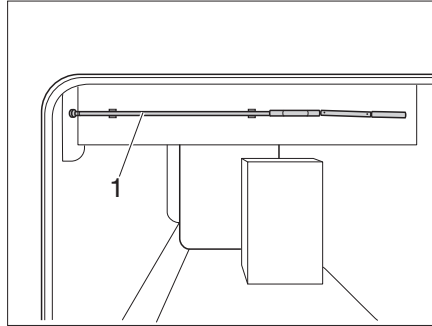

Bild 150 Vev för höjdjustering
- Ta ut veven (Bild 150,1) ur hållaren.